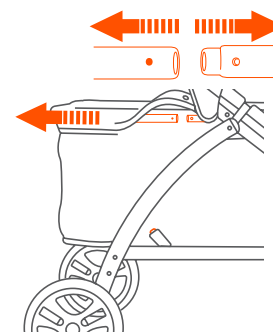
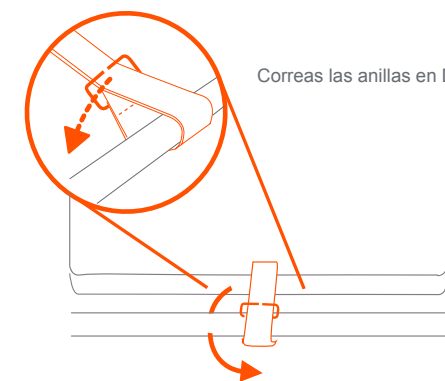

Fig. 17c
Fig. 17d
- Presione el perno para retirar la barra trasera del armazón, y aparte la tela del armazón. Retire la barra de la tela (Fig. 17c) y retire las anillas en D (Fig. 17d).